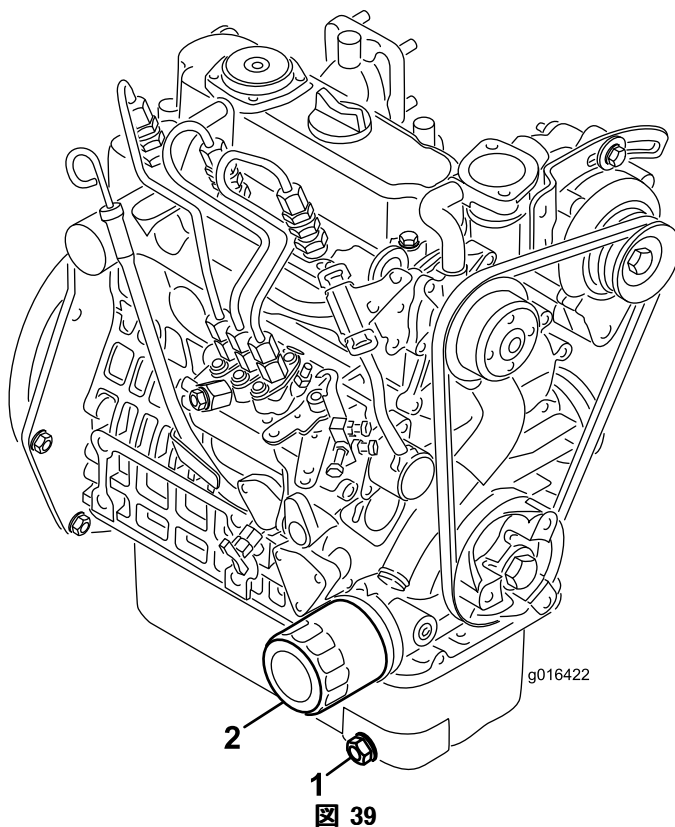

図 39
1. ドレンプラグ（図 39）を外してオイルを容器に受ける。オイルが抜けたらドレンプラグを取り付ける。